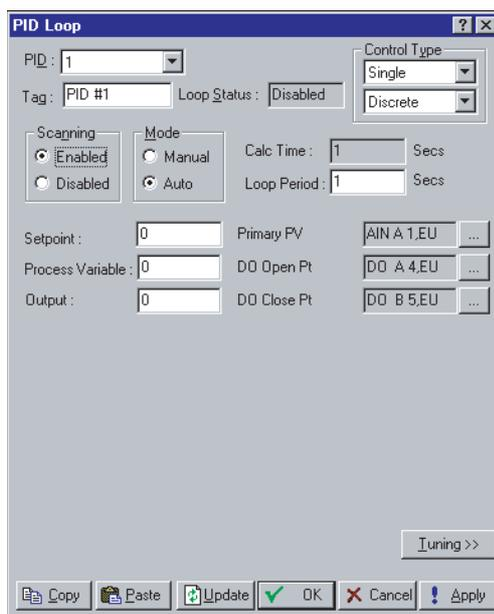

Figure A-4. Parâmetros PID Principais - FloBoss Série 500
Os parâmetros Proportional, Integral e Derivative (PID) são configurados utilizando o modo de operação de controle DO. Consulte a Figura A-4 para obter exemplos de configurações.
O controle PID por loop fechado, é utilizado para fornecer uma operação suave e estável dos loops de controle de retorno empregando um dispositivo regulador, como por exemplo, uma válvula de controle. A utilização típica para os parâmetros PID é controlar uma variável de processo para um ponto de ajuste. O Controle PID é suportado pelas unidades ROC Série 300, FloBoss 407 e FloBoss Série 500 com uma placa de expansão de I/O opcional instalada. Consulte a Figura A-4.
2. Clique no botão **Tuning** na tela PID Parameters, como exibido na Figura A-4, para exibir o diálogo Tuning.